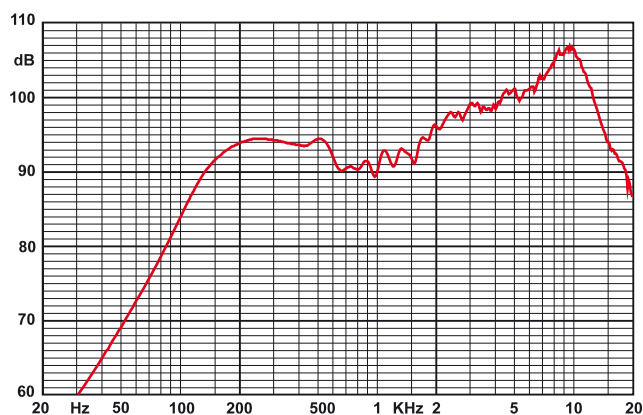

Figura 1
3.800 Hz incrocia col tweeter, un Neo 3 con la camera posteriore ben incollata al suo posto. I due Neo 10 attuano globalmente un passa-banda acustico che va dai circa 290-300 Hz ai 700, con un andamento molto regolare e smorzato e con le frequenze al di sotto ed al di sopra delle frequenze di taglio molto ben regolari nella pendenza. Si tratta di un trasduttore veramente notevole, a cui è demandato il riempimento della gamma medio-bassa sia in termini di pressione che di punch, per eguagliare le caratteristiche sonore dei due poderosi woofer. La risposta del trasduttore, visibile in **Figura 1** ed effettuata su un discreto pannello di carico acustico e